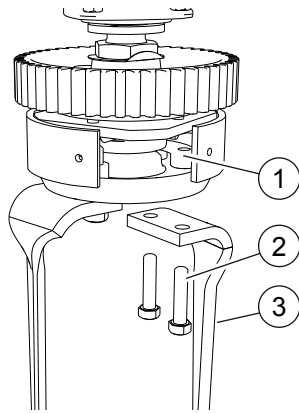

Abb. 35
- Beide Bolzen losschrauben (2, „Abb. 35“).
- Das Element (1) entfernen.
- Das Messer (3) seitlich herausziehen.